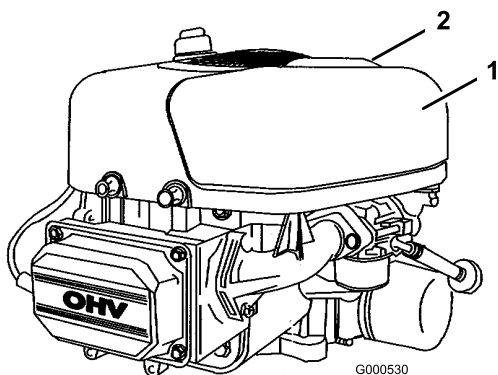

Bild 30
4. Reinigen Sie den Bereich um den Luftfilter herum, um zu verhindern, dass Schmutz in den Motor fällt und Schäden verursacht. Ziehen Sie den Griff an der Luftfilterabdeckung hoch und drehen Sie ihn in Richtung des Motors (Bild 30). Entfernen Sie die Luftfilterabdeckung.